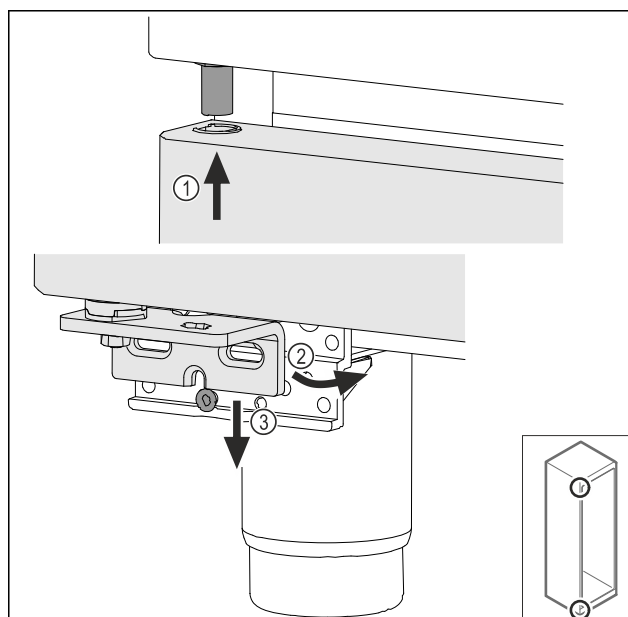

Fig. 37
- Introducir la puerta ligeramente inclinada en la parte superior Fig. 37 (1), alinear la puerta para que quede recta Fig. 37 (2) y colocarla en la parte inferior del tornillo de soporte de cojinetes Fig. 37 (3).